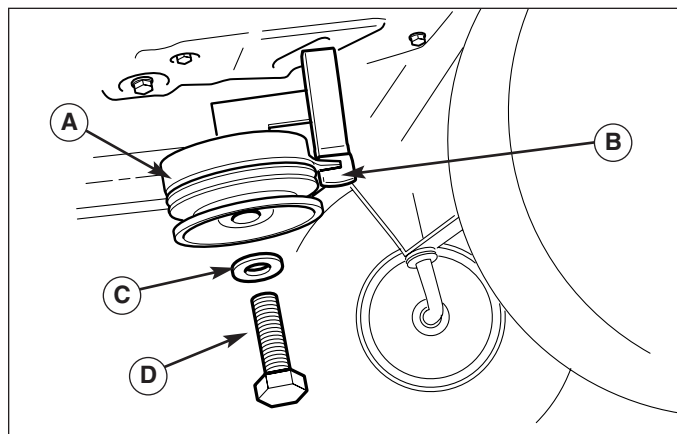

Figure 37. Assemblage PDF (embrayage électrique)
3. Débrancher le faisceau de câblage de la PDF. Retirer la PDF comme illustré à la figure 37.